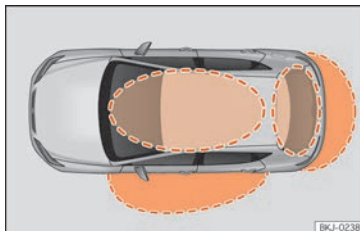
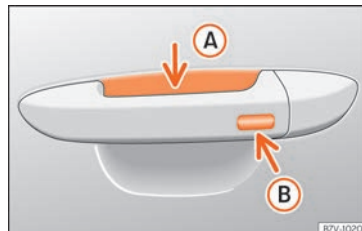

Fig. 87 Keyless Access : zones de proximité.
Fig. 88 Poignée de porte : surfaces sensibles.
» » fig. 88
Keyless Access est un système de fermeture et de démarrage sans clé qui permet de déverrouiller ou de verrouiller le véhicule sans utiliser activement sa clé. Pour ce faire, il suffit d'approcher l'une des clés du véhicule d'une zone de détection correspondant à la tentative d'accès au véhicule » » fig. 87 puis de toucher l'une des surfaces sensibles des poignées de porte » » fig. 88 » » ⚠.
Si une clé valide se trouve dans une zone de proximité » **fig. 87**, le système de fermeture et de démarrage sans clé Keyless Access accordera à cette clé les droits d'accès dès que vous toucherez l'une des surfaces sensibles des poignées de porte avant.
- Saisissez la poignée de porte conducteur. Lorsque vous touchez la surface sensible » **fig. 88 A** (flèche) de la poignée de porte, le véhicule se déverrouille.
- Appuyez *une fois* sur la surface sensible de verrouillage » **fig. 88 B** (flèche) de la poignée de porte du conducteur. La porte correspondante devra être fermée.
- Appuyez *une fois* sur la surface sensible » **fig. 88 B** (flèche) de la poignée de la porte du conducteur. Le véhicule se verrouille »
- Appuyez deux fois sur la surface sensible » fig. 88 (B) (flèche) de la poignée de la porte du conducteur pour verrouiller le véhicule non équipé du Système de sécurité « Safe » » page 115.
Lorsque le véhicule est verrouillé, le hayon arrière se déverrouille automatiquement lorsqu'il est ouvert si une clé valide du véhicule se trouve dans la zone de proximité » fig. 87.
• Appuyez sur le bouton de verrouillage (A) de la radiocommande puis, dans les 5 secondes, touchez une fois la surface sensible de verrouillage de la poignée de la portière du conducteur » fig. 88 (B). Ne saisissez pas la poignée de la portière sinon le véhicule ne se verrouillera pas. Il est également possible de procéder à la désactivation si le véhicule est verrouillé via la serrure de la porte du conducteur.
Pour **fermer à l'aide de la fonction confort** toutes les vitres électriques et le toit ouvrant, maintenez appuyé quelques secondes un doigt sur la surface sensible de verrouillage » fig. 88 (B) (flèche) de la poignée de porte jusqu'à ce que les vitres et le toit se ferment.
Les surfaces sensibles des poignées de porte risquent d'être activées si elles reçoivent un jet d'eau ou de vapeur à haute pression si l'une de clés valides du véhicule se trouve dans la zone de proximité. Si au moins une glace à commande électrique est ouverte et que la surface sensible » fig. 88  (flèche) d'une des poignées est activée de manière permanente, toutes les glaces seront fermées.